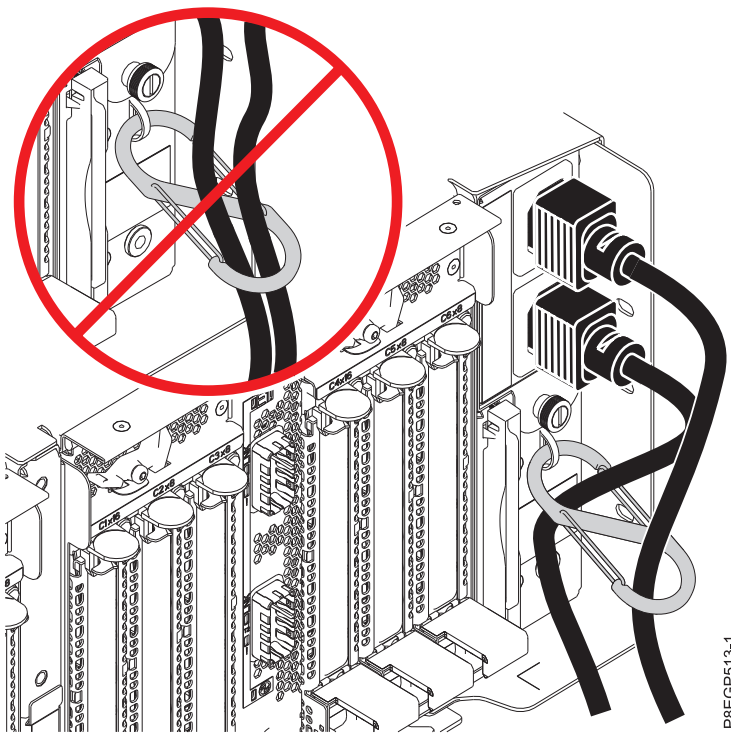

Abbildung 16. Netzkabel durch die S-Karabiner verlegen und an die Stromversorgung anschließen
- b. Verlegen Sie die Netzkabel so durch den S-Karabiner, dass die Kabel das bzw. die PCIe-3-Fanout-module mit 6 Steckplätzen nicht behindern. Siehe Abb. 16.
- c. Schließen Sie die anderen Enden der Netzkabel an die Stromversorgung am zu installierenden Einschub für EMX0-PCIe3-Erweiterungen an. Siehe Abb. 16.